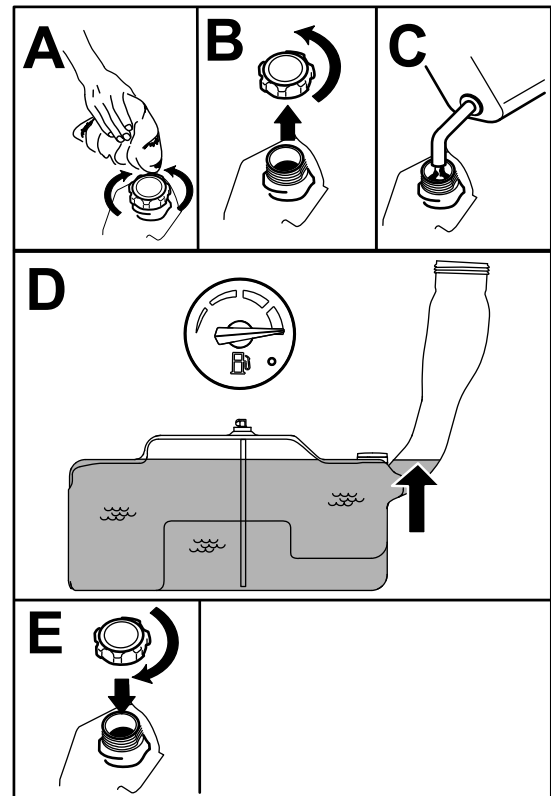

Figure 8
5. Remplissez le réservoir de carburant jusqu'à ce que la jauge indique qu'il est plein (**Figure 8**).